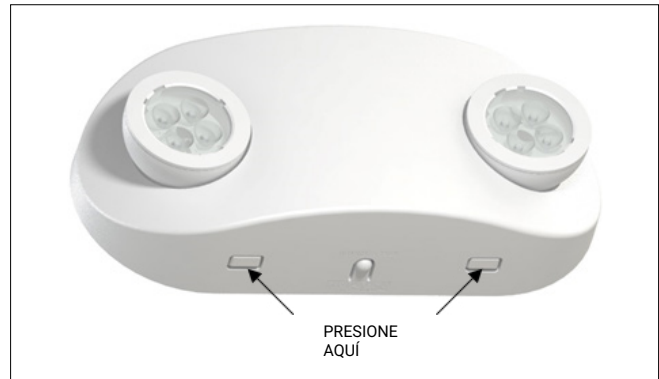

Figura 1
2. Retire la placa posterior de la unidad presionando las dos lengüetas ubicadas en la parte inferior de la carcasa (ver Figura 1).